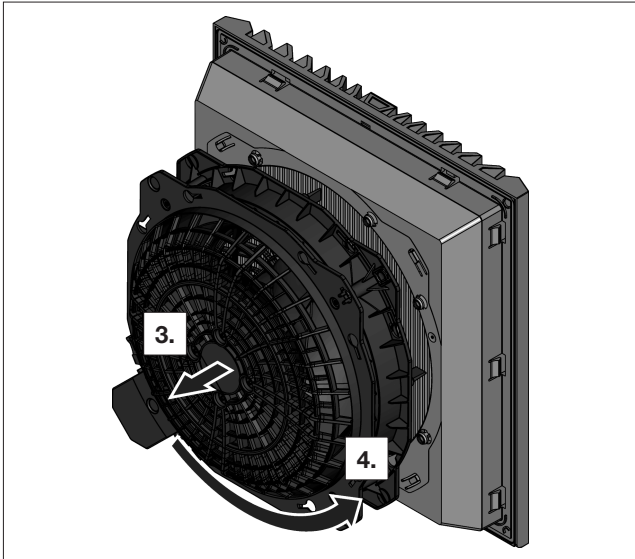

Abb. 11: Drehen Lüftergehäuse
- Drehen Sie das Lüftergehäuse dann um 90°, 180° oder 270°, so dass der Elektroanschluss in der gewünschten Position liegt (siehe Abb. 11).